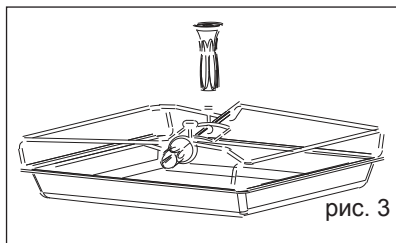

рис. 3
• Вертел (Рис.3)
- Нажмите на упоры, как на рычаги, чтобы извлечь раму и стекло (Рис.3).